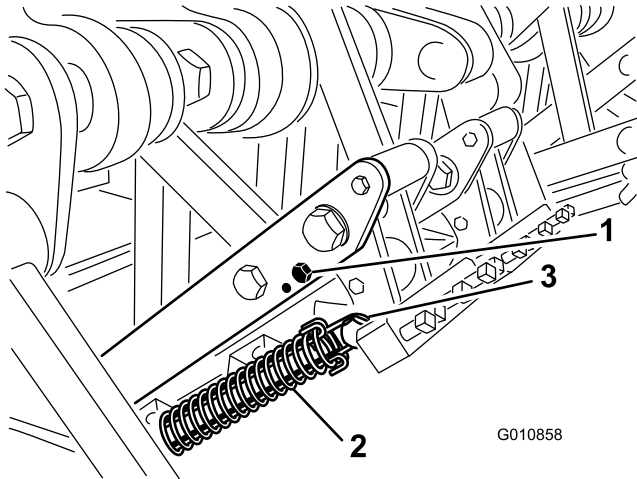

Figura 28
3. Allentate la tensione della molla sulla testa delle fustelle (Figura 28).
4. Rimuovete il bullone del paraurti e il paraurti e installateli sull'altro foro di regolazione (Figura 28).